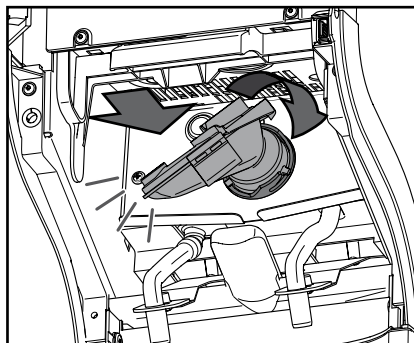

Fig. 40
8. Sæt blandeskålen og tætningsringen ind, og drej i urets retning, indtil den går i indgreb (fig. 40).